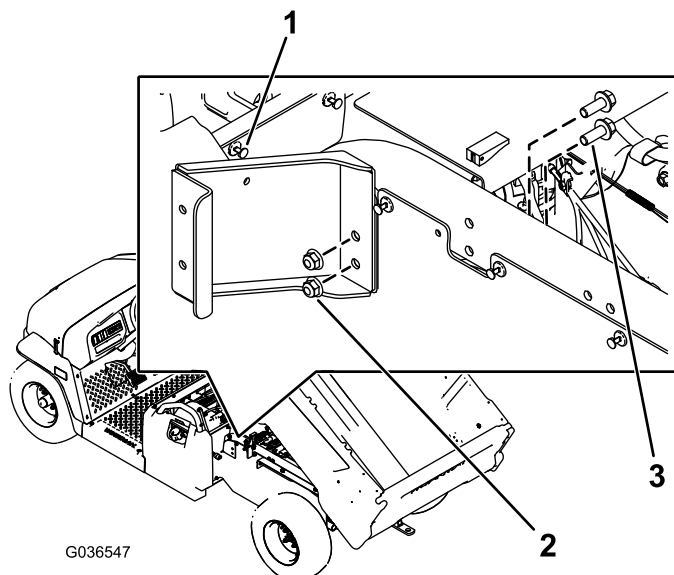

Figura 1
- A. Rimuovete il ribattino dal pannello sinistro dietro la base del sedile posteriore (Figura 1).
- B. Montate la staffa sinistra ad anello utilizzando 2 bulloni esagonali flangiati (3/8 x 1") e 2 dadi (3/8") come illustrato nella Figura 1.